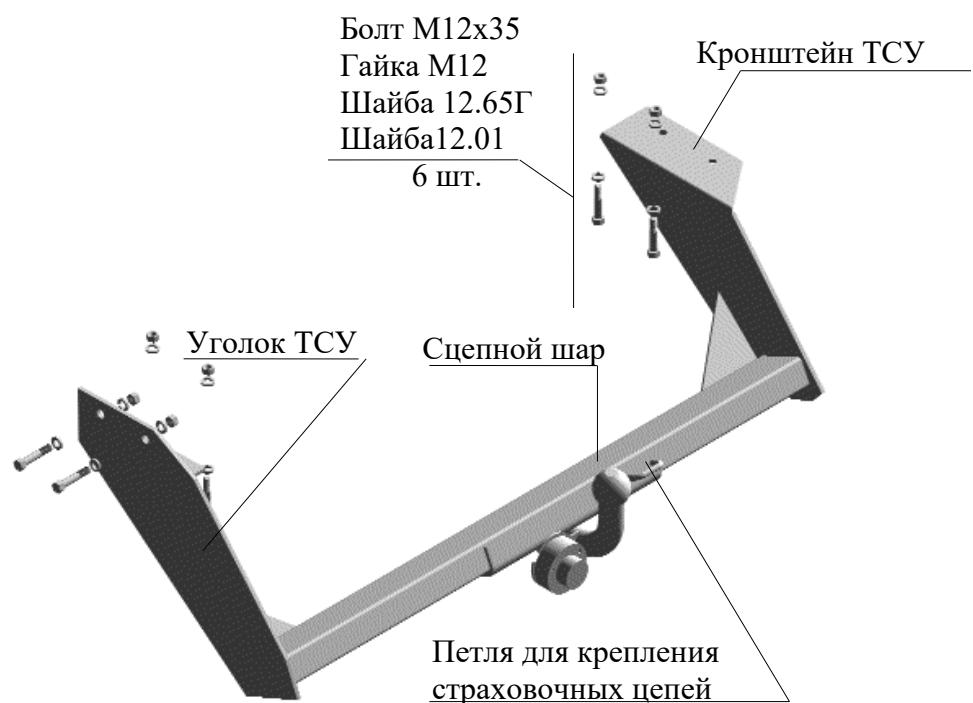

Рис.1 Тягово-сцепное устройство ТСУ 2206
- 2.1 ТСУ 2206 в сборе (рис.1)
- 2.2 Пакет с комплектующими (см. рис.1)
- 4.3 Закрепить ТСУ на лонжеронах автомобиля шестью болтами M12x35 в соответствии с рис.1.